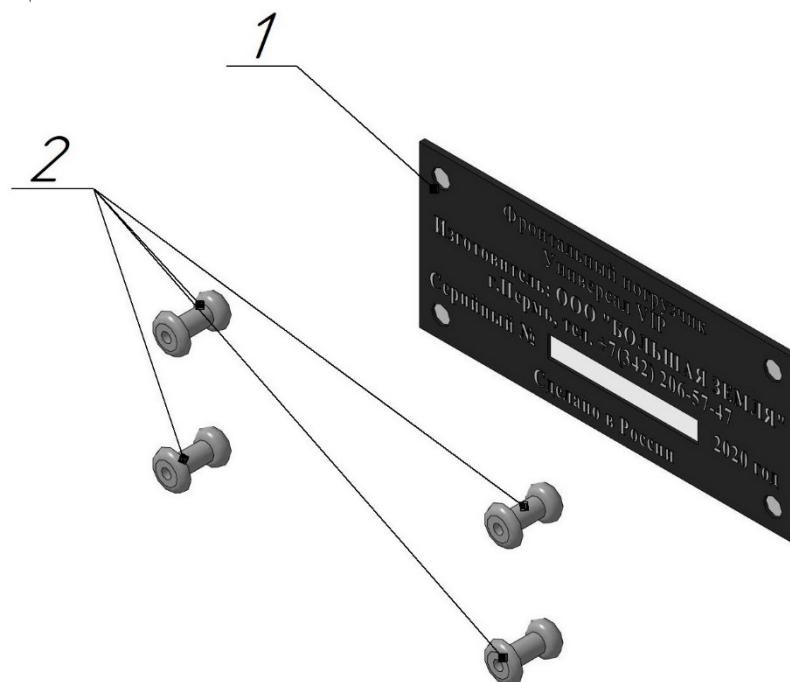

Рис. 3.10 - БЗ-V.00.980 Установка шильдика
3.10. Состав установка шильдика БЗ-V.00.980 приведен на рис. 3.10 и в таблице 3.10.